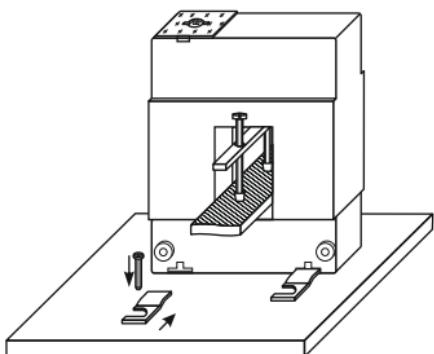

Рисунок 4 – Установка трансформаторов тока модификаций ТРП-23 на шине при помощи крепежной пластины и винтов
- зафиксируйте трансформатор нашине при помощи монтажных винтов, пластиковых колпачков и гаек, как на рисунке 3 (для ТРП-23 используйте монтажную пластину, рисунок 4).